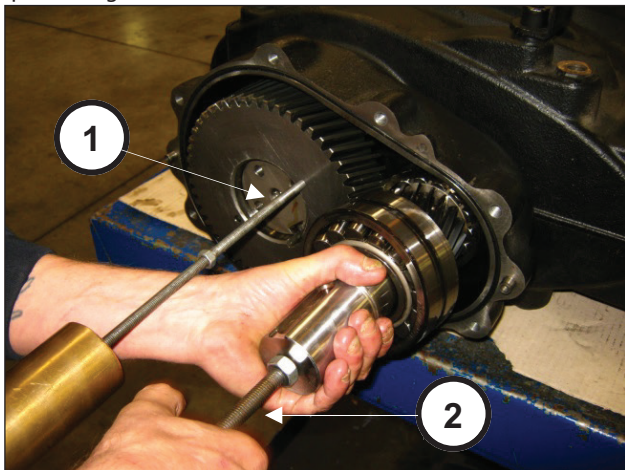

Fig. 12
Para poder desmontar el grupo del piñón y la corona, es necesario colocar los extractores de percusión en los 2 orificios M8 de la corona (pos. ①, Fig. 12) y el orificio M14 del piñón (pos. ②, Fig. 12).